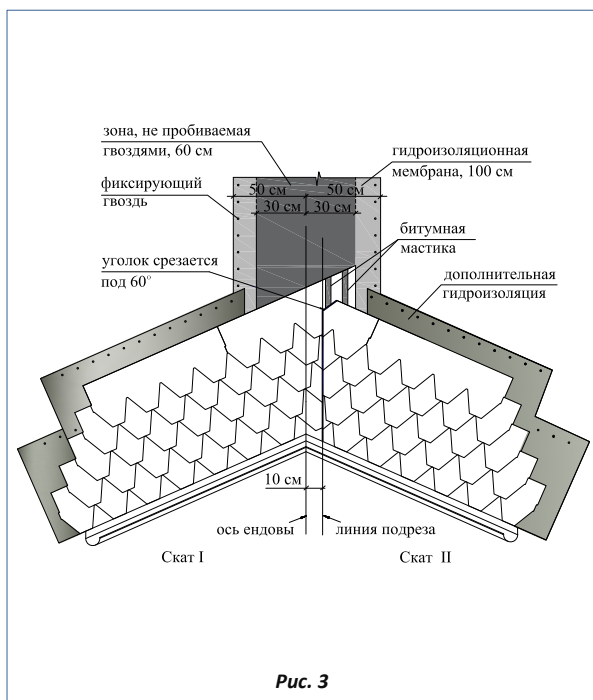

Рис. 3
- лист, подходящий к ендове со ската II, должен доходить до линии подрезки и обрезаться по ней. Верхний уголок обрезанного края листа подрезается под углом 60° (5 x 3 см – рис. 3);